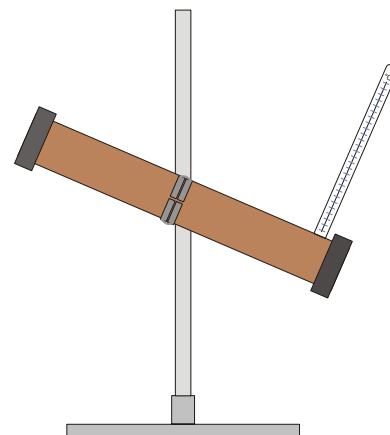

Fig. 1 Messung der Wärmestrahlung der Sonne
- Bolometer in Stativmaterial aufbauen (Fig. 1).